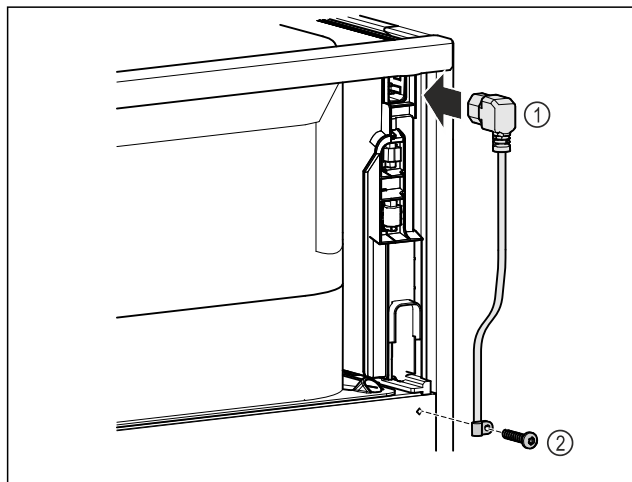

Fig. 8
- ▶ Netsnoer Fig. 8 (1) in de koudapparaatbus aan de achterkant van het apparaat steken.
- ▶ Trekcontasting monteren. Fig. 8 (2)